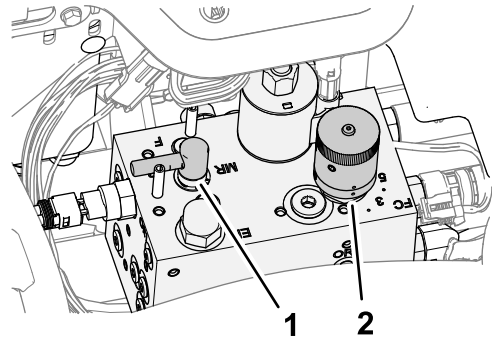

Рисунок 89
3. Установите рычаг заточки обратным вращением в положение F (скашивание) (Рисунок 89).